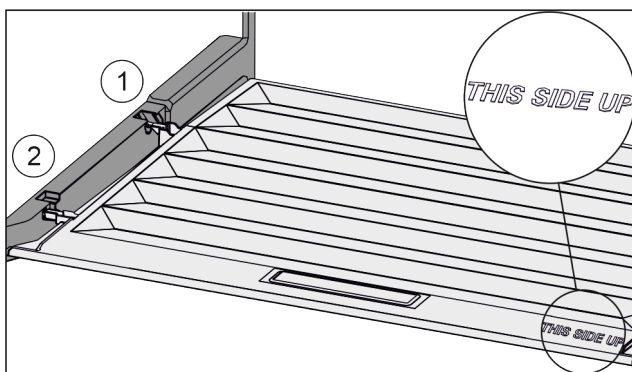

Fig. 125
- Dekselranden via de opening van de achterste houder Fig. 125 (1) aanbrengen en van voren in de houder Fig. 125 (2) klikken.